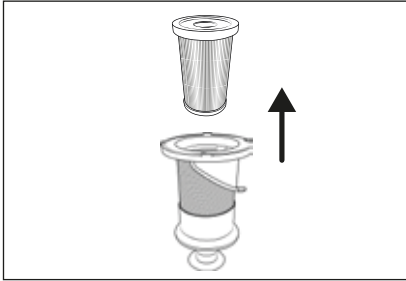

Abb. 19
- 4) Entnehmen Sie den HEPA-Filter **5** aus dem Edelstahlfilter **6**, indem Sie in die Öffnung des HEPA-Filters **5** greifen und diesen aus dem Edelstahlfilter **6** herausziehen (siehe Abb. 19).